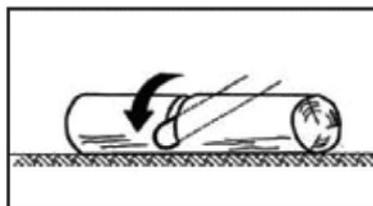

Fig. 4A
1. Tronco supportato lungo l'intera lunghezza (Fig. 4A): segare dall'alto verso il basso attraverso tutto il tronco. Procedere con cautela alla fine del taglio onde evitare che la catena tocchi il suolo. Se fosse possibile far rotolare il tronco, tagliare fino alla metà dello spessore del tronco, poi farlo rotolare e tagliare la parte rimanente dall'alto verso il basso andando ad incontrare il taglio già eseguito.